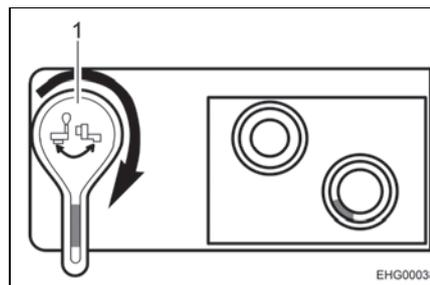

Fig. 83 Rubinetto di scarico, aperto
- Aprire il rubinetto di scarico. A tale scopo, ruotare la leva del rubinetto di scarico di 90° in senso orario (vedi Fig. 83,1).